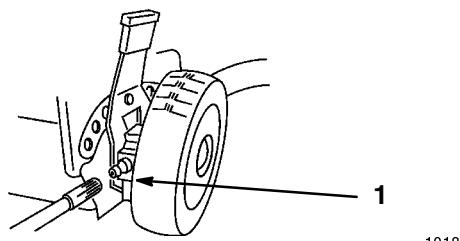

Figure 26
1. Essuyer les graisseurs des leviers de réglage de hauteur des roues arrière à l'aide d'un chiffon propre (Fig. 26).